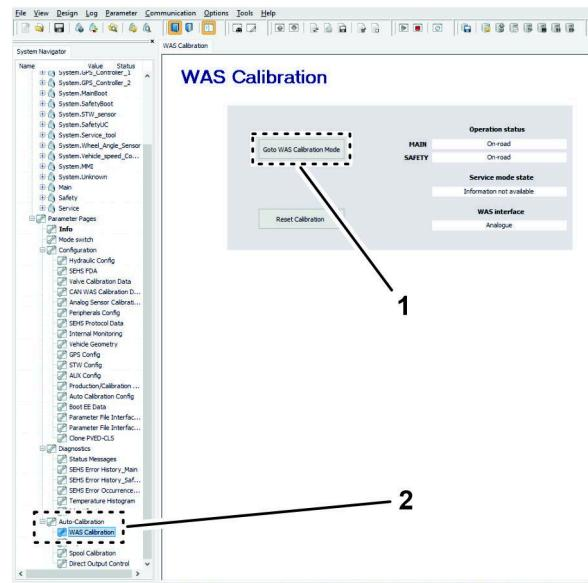

図 147
リックします(図 147)。
11. WAS校正アイコンをクリックします(図 147)。
ンをクリックします(図 147)。